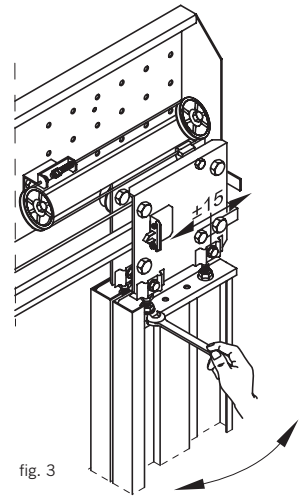

fig. 3
- 4º Apretar las tuercas que sujetan las placas con los colgadores (Ver fig. 3).